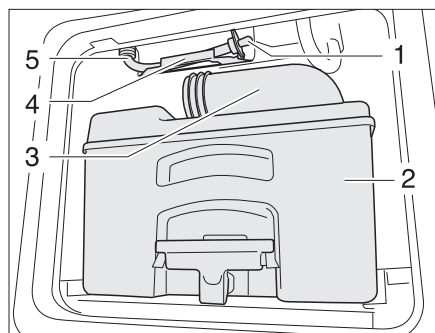

Fig. 256 Tubo de desagüe del depósito de agua del inodoro
- Vaciar el cassette (Fig. 256,2) en una estación de evacuación autorizada para ello y limpiarlo.
- Dejar el tubo de vaciado (Fig. 256,3) abierto.
- Sacar el tubo de desagüe (Fig. 256,5) de la sujeción (Fig. 256,4).
- Sacar el tapón de desagüe (Fig. 256,1) y dejar que salga el agua residual.